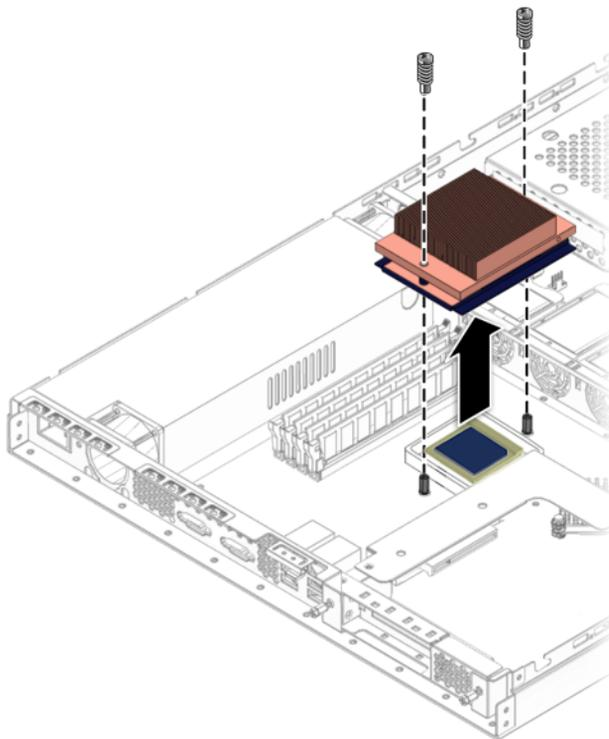

图 4-31 拆卸散热器
3. 旋下将散热器固定到挡板的两颗螺丝（参见图 4-31）。